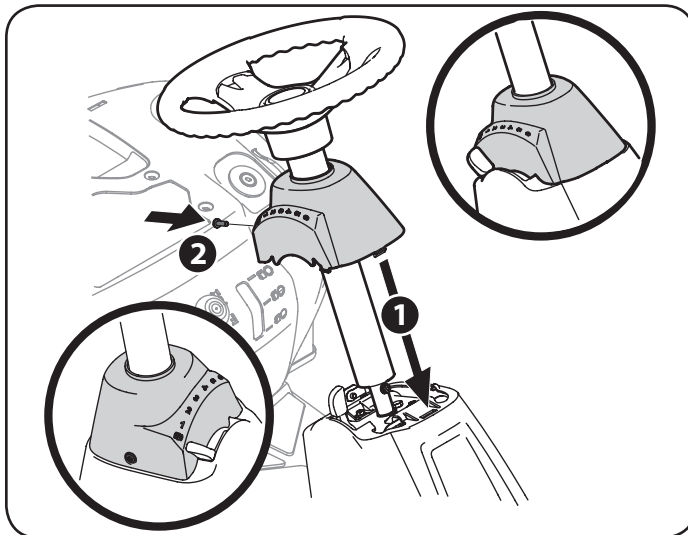

Figura 4
7. Deslice la tapa del pedestal sobre el tractor (1) y rótelala ligeramente a la derecha para calzarla en su lugar. Sujete el pedestal con el tornillo (2) que extrajo antes. Vea la Figura 4.